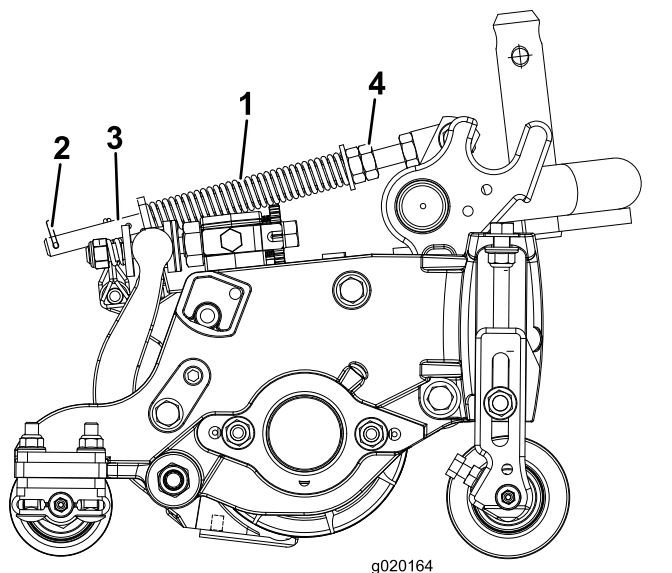

Bild 14
Die Rasenkompensierungsfeder (Bild 14) verlagert das Gewicht von der Front- zur Heckrolle. Dies reduziert ein Bobbing genanntes Wellenmuster auf der Rasenfläche.
6. Stellen Sie sicher, dass der Splint in das hintere Loch in der Federstange eingesetzt ist (Bild 14).
7. Ziehen Sie die Sechskantmuttern vorne an der Federstange an, bis die zusammengedrückte Länge der Feder (Bild 14) an 12,7-cm-Schneideeinheiten 12,7 cm oder an 17,8-cm-Schneideeinheiten 15,8 cm beträgt.